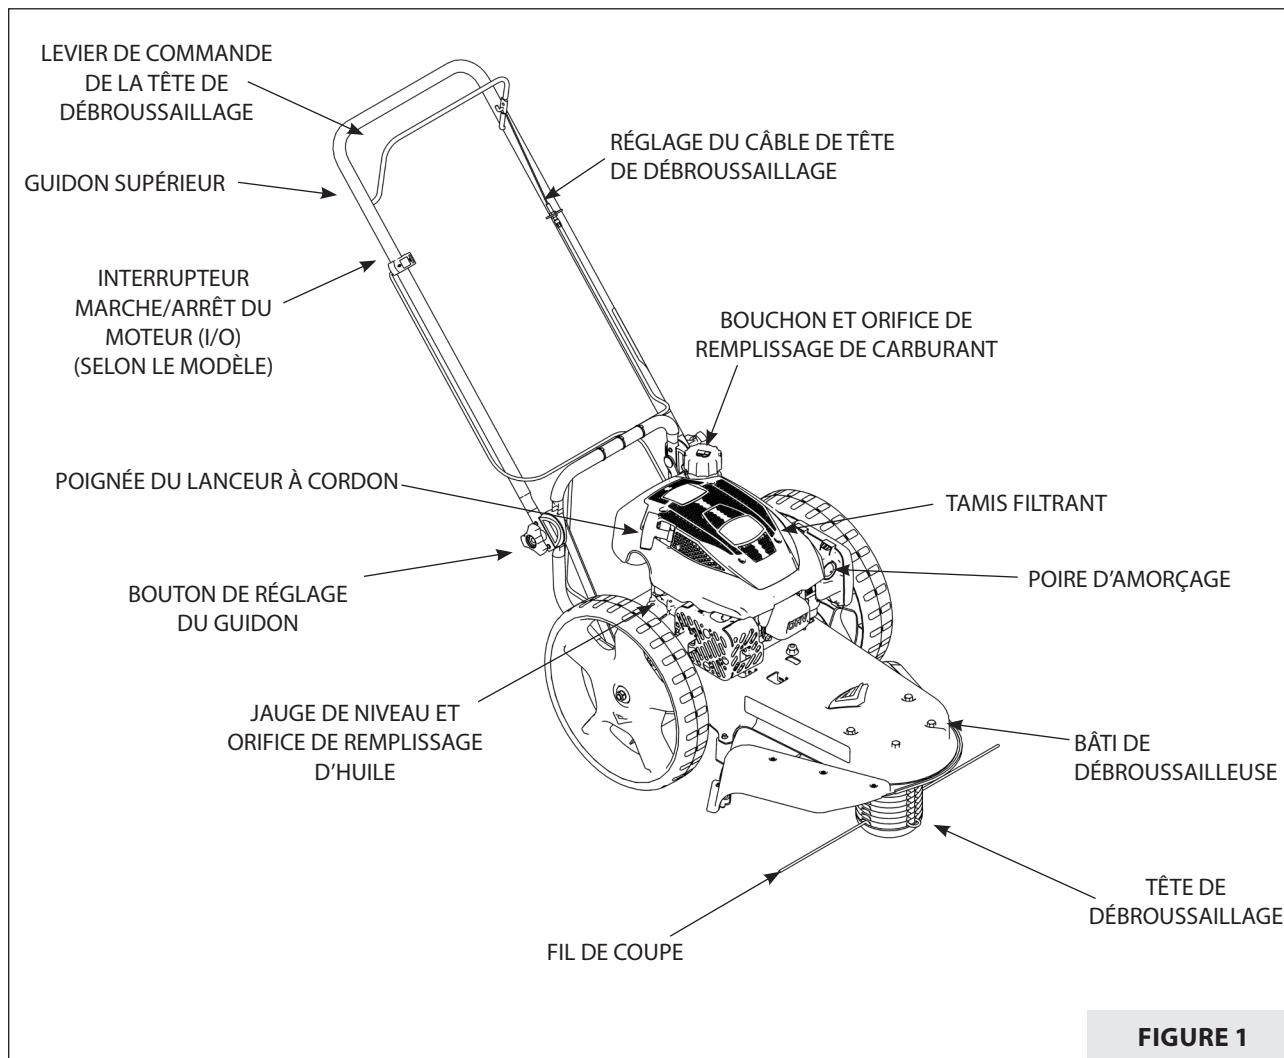
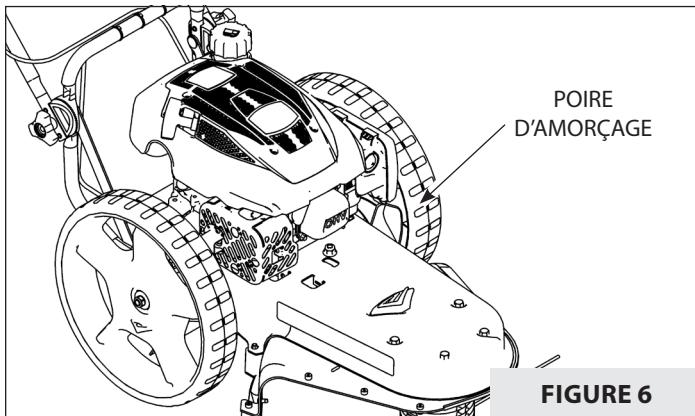

FIGURE 1
FIGURE 6
Lire le manuel de l'utilisateur et les règles de sécurité avant de faire fonctionner la débroussailleuse. Prendre le temps de comparer l'illustration suivante avec la débroussailleuse afin de se familiariser avec le produit et ses commandes. **VOIR FIGURE 1.**
- Appuyer sur la poire d'amorçage à trois reprises. Attendre deux secondes environ entre chaque pression. **VOIR FIGURE 6.**
- Avant chaque utilisation, éliminer les saletés du tamis filtrant. **VOIR LA FIGURE 1 À LA SECTION « CARACTÉRISTIQUES ».** Les saletés peuvent provoquer la surchauffe du moteur. Essuyer le tamis filtrant avec un chiffon ou une serviette en papier.
- Mettre l'interrupteur Marche/Arrêt (I/O) en position Marche (I).
- Pour démarrer un moteur froid, appuyer trois fois sur la poire d'amorçage. Attendre deux secondes entre deux pressions sur la poire d'amorçage. **VOIR FIGURE 6.**